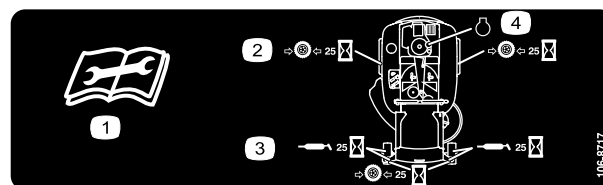

Figura 27
3. Pulite i raccordi d'ingrassaggio (Figura 26 e Figura 27) con un cencio, e togliete eventuali tracce di vernice davanti ai raccordi.
4. Collegate un ingrassatore a pressione a ciascun ingrassatore (Figura 26 e Figura 27). Pompate del grasso nel raccordo finché non inizia a fuoriuscire dai cuscinetti.